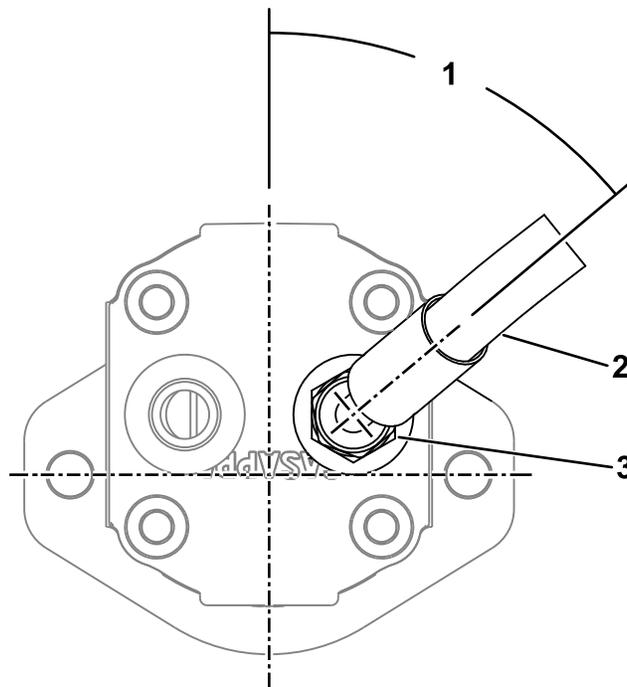

Figura 9
2. Collegate il raccordo del flessibile idraulico a 45° al nuovo raccordo diritto e orientatelo a 50° come illustrato nella Figura 9.